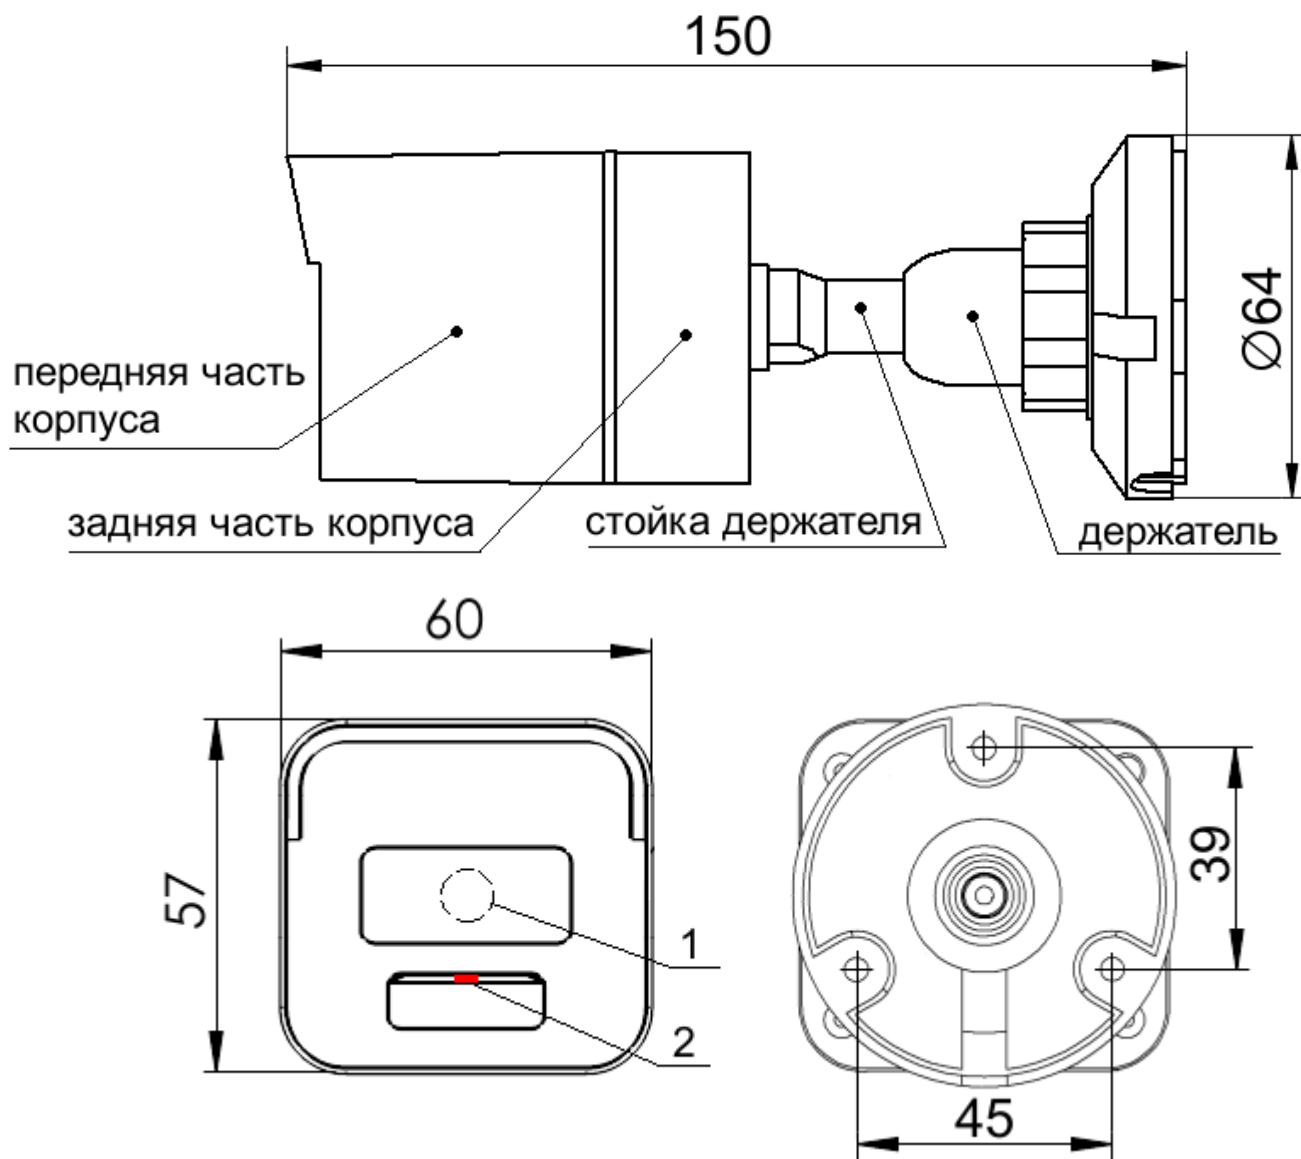

Рисунок 1 – Общий вид извещателя. Цифрами на рисунке отмечены:
1.4.4 Передняя и задняя части корпуса соединены винтами через герметизирующий вкладыш. В торце передней части корпуса находится два оптических окна. В верхнем окне герметично закреплён защитный пластиковый фильтр, закрывающий фотоприемник (рисунок 1, отметка 1). В нижнем – вклеено прозрачное стекло, закрывающее светодиод индикации (рисунок 1, отметка 2). В передней части корпуса на латунных стойках установлена печатная плата с элементами.
Взаимодействие пользователя с извещателем (в том числе, получение извещений по событиям) осуществляется двумя способами: информационный обмен с КДЛ (через ДПЛС) и посредством красного светодиода на плате извещателя (рисунок 1, отметка 2). Извещения по событиям дублируются по обоим каналам.
1.4.8 Светодиод (рисунок 1, отметка 2) обеспечивает прямую индикацию состояний извещателя и одновременно является приемником сигнала следующих лазерных тестеров: «ДИП-ТЕСТ» фирмы «Болид», «Астра-941», «Астра-942» фирмы «ТЕКО», «ЕСО1000RTU/S300RTU» фирмы «System Sensor» (дистанция не более 3 метров).